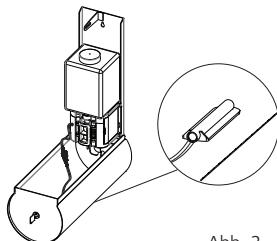

Abb. 2
1. Öffnen sie das Gehäuse mit Hilfe des mitgelieferten Schlüssels (Abb. 2).